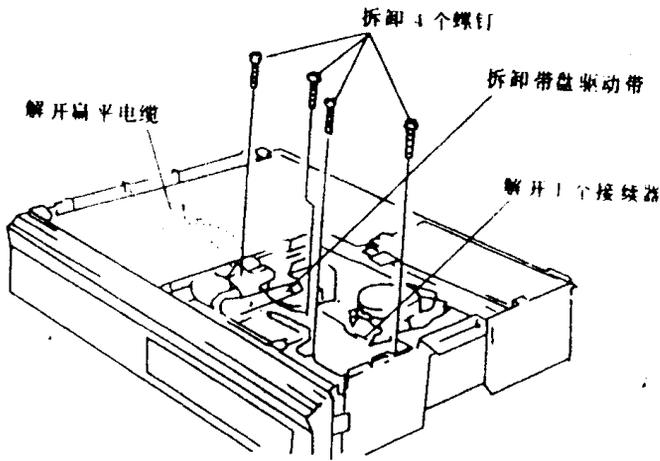

图 1-9
②从主电路板上解开扁平电缆,如图1-9所示。
③解开1个接续器。
④拆卸带盘驱动皮带。
⑤拆卸4个螺钉并将传感器电路板取出。